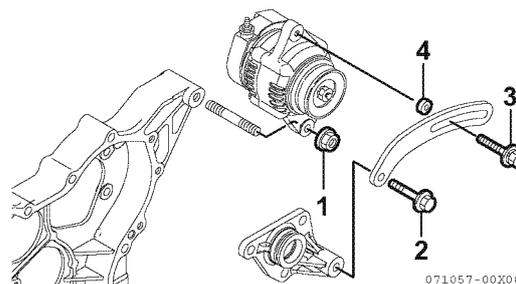

Figure 12-4
- 1- Desserrez l'écrou de montage de l'alternateur (1, **Figure 12-4**) et le boulon de montage du dispositif de réglage de courroie (2, **Figure 12-4**), puis retirez le boulon de réglage de la courroie trapézoïdale (3, **Figure 12-4**) pour desserrer la courroie trapézoïdale. À ce stade, ne desserrez pas l'entretoise (4, **Figure 12-4**).